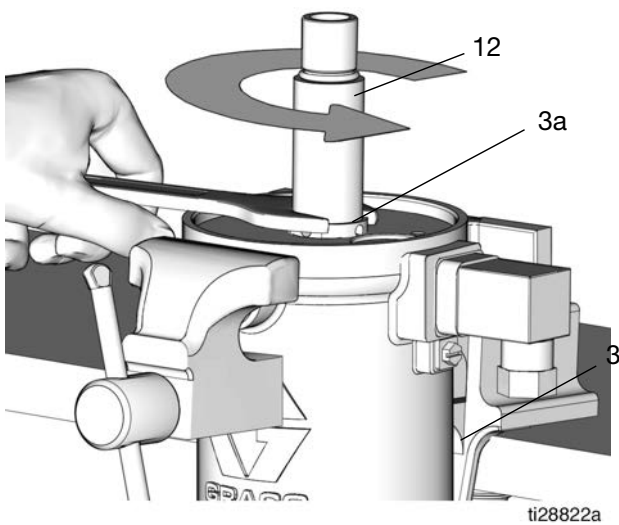

FIG. 16
13. Desserrez l'écrou (3a) et retirez le cylindre de pompe (12) du cylindre (3) du moteur pneumatique (FIG. 16).